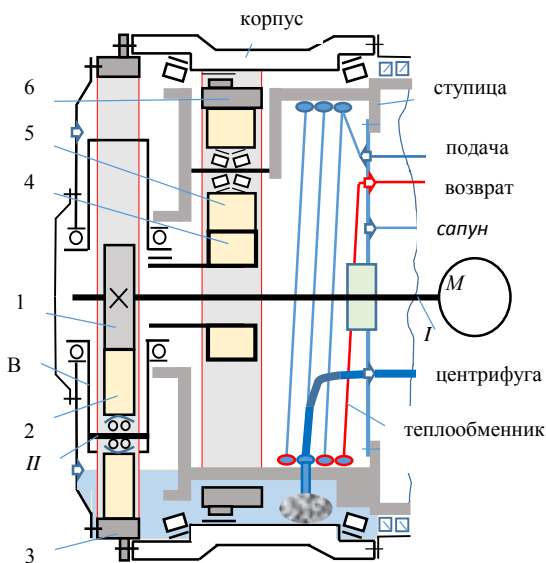

Рис. 2 – Схема РМК, оборудованного автономной системой «климат-контроль» с одновременной диагностикой по изменению интенсивности нагрева масла
1. Оборудовать РМК автономной системой «климат-контроль» с одновременной диагностикой по изменению интенсивности нагрева масла (рис. 2);